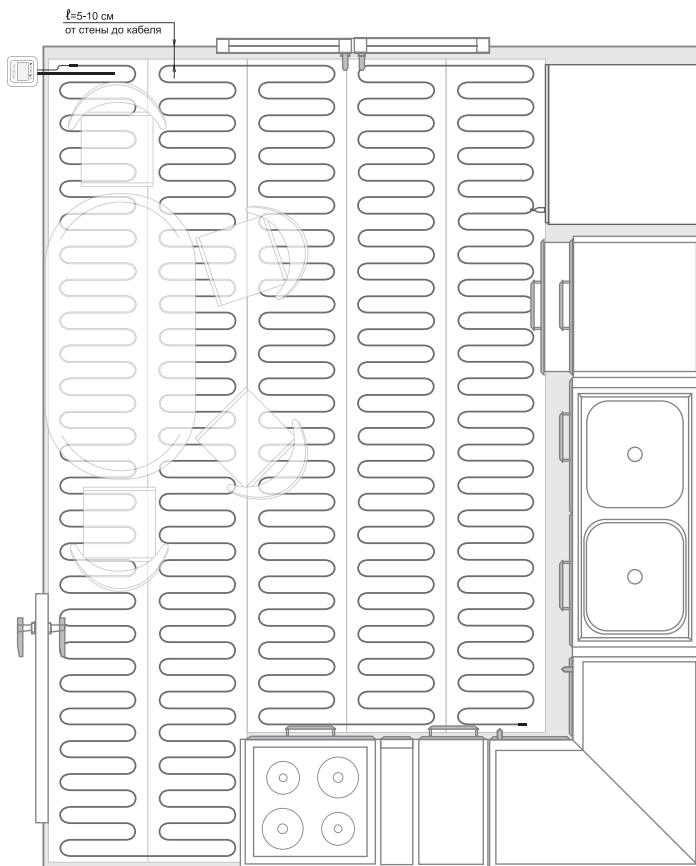

Рис.7
5. Уложите нагревательный мат на поверхности пола по форме обогреваемой площади (рис. 7).